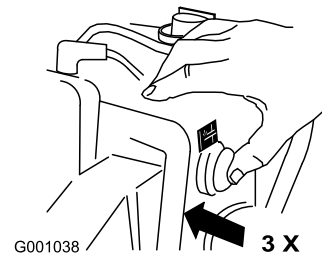

Figure 26
6. Appuyez fermement à 3 reprises sur l'amorceur avec le pouce, en marquant une pause d'une seconde chaque fois (Figure 26).